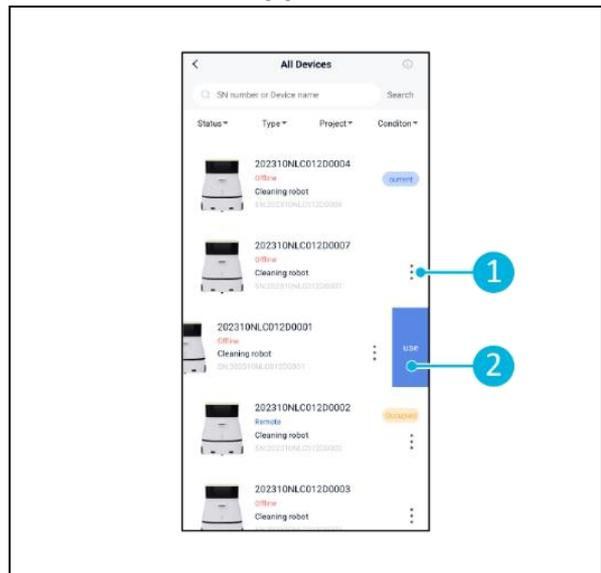

Figura 19
3. Seleccione [tres puntos] (Figura 19, pos. 1).
4. Seleccione [utilizar] (Figura 19, pos. 2).